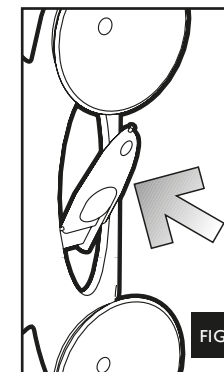

FIG. 5
- c. Remove the special device inserted in the suction cup support, just pulling it out of its location (fig. 5) or use a flat blade screwdriver.
- c. Enlever l'outillage spécial qui se trouve sur le support des ventouses (fig. 5) ou utiliser une tourne-vis.
- c. haal het hulpmiddel uit de houder (afb. 5) of neem een schroevendraaier
- c. Quite la herramienta especial que se encuentra sobre el soporte de las ventosas (fig. 5) o utilice un destornillador.